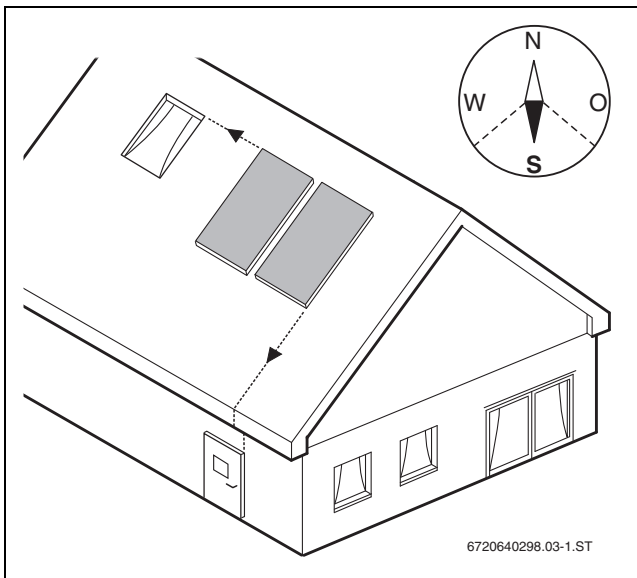

Bild 13 Kollektoren sorgfältig ausrichten
- Kollektorfeld möglichst südlich ausrichten (→ Bild 13).
- Kollektorfeld so ausrichten, dass es mit Fenstern, Türen usw. fluchtet (→ Bild 13).